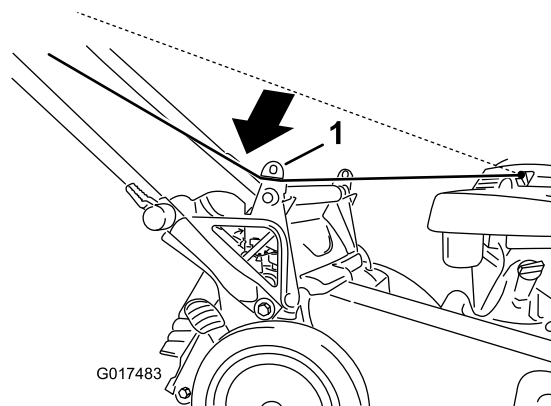

Figure 19
1. Faites passer le câble du lanceur autour du guide inférieur (Figure 19).